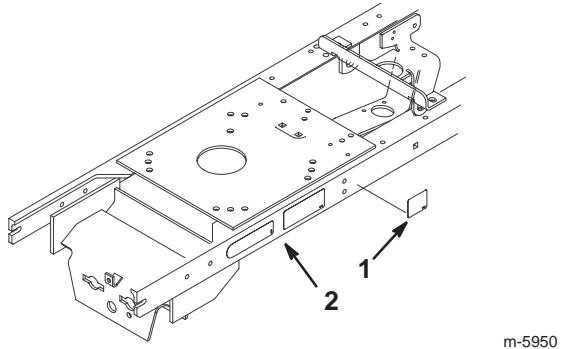

Figure 17
1. Nettoyez la surface du bâti gauche du tracteur sur lequel sera collé l'autocollant (Fig. 17).
2. Collez l'autocollant sur le tracteur (Fig. 17).